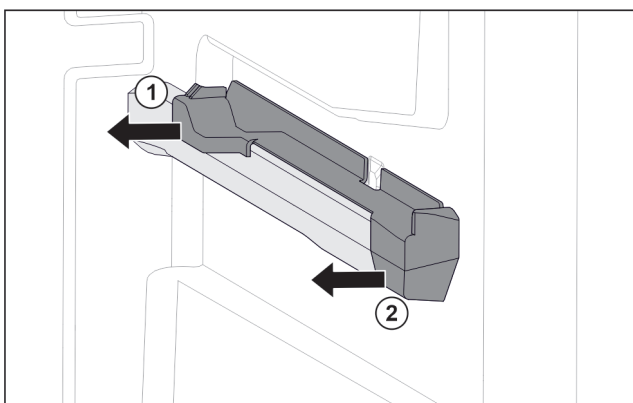

Fig. 108 Insteekelement op rechter containerrib
- ▶ Insteekelement achter naar de zijkant toe eraf trekken. Fig. 108 (1)
- ▶ Insteekelement voor naar de zijkant toe eraf trekken. Fig. 108 (2)